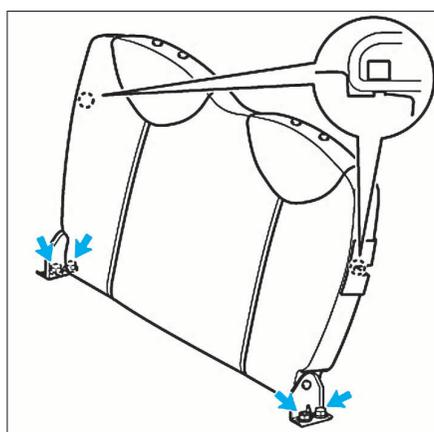

FIG. 111
- Déposer les fixations comme illustré (Fig.111).